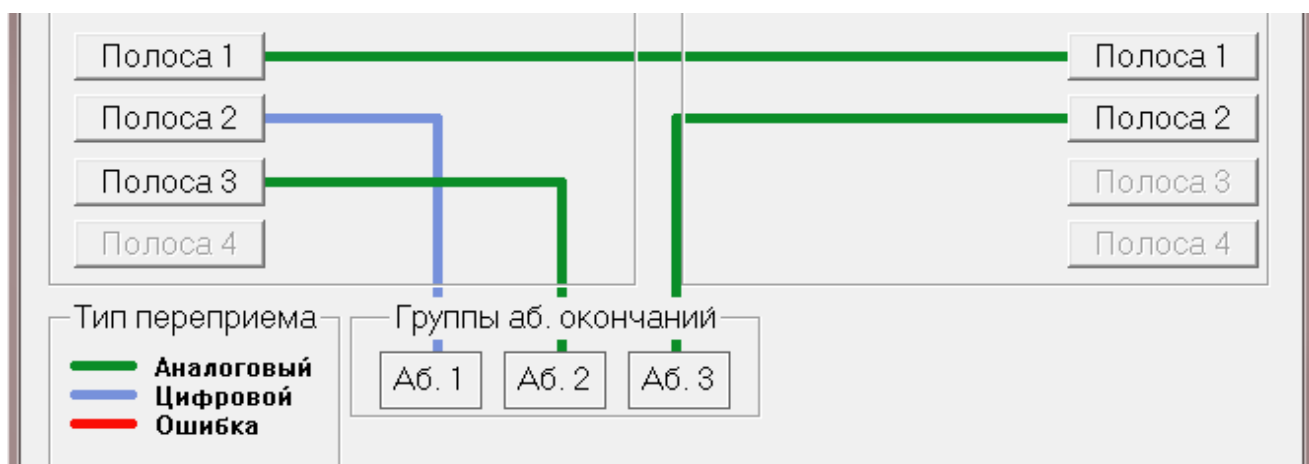
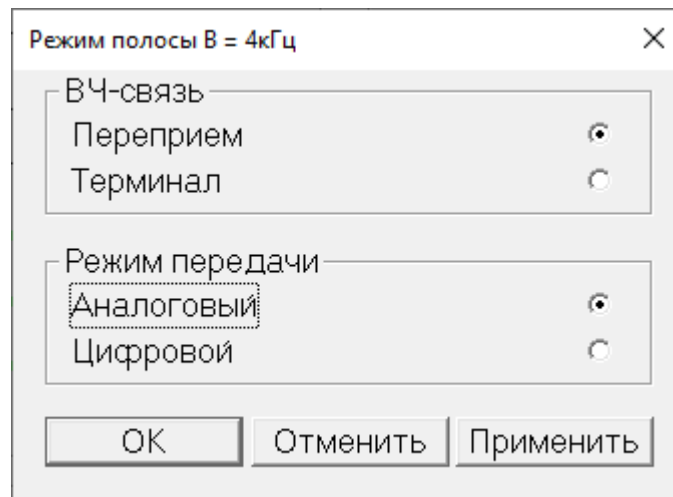

Рисунок 4.12. Конфигурация пере приема
Рисунок 4.14. Задание режима использования полосы В = 4 кГц “Переприем” с аналоговым способом передачи
Задание режима пере приема осуществляется путем выбора “мышью” кнопки соответствующей полосы по направлению “А” (рис.4.12), а далее в появившемся окне “Режим полосы” (рис.4.14) выбрать один из двух режимов использования полосы:
1. “Пере прием” и режим пере приема — “Цифровой” или “Аналоговый” (рис.4.14);